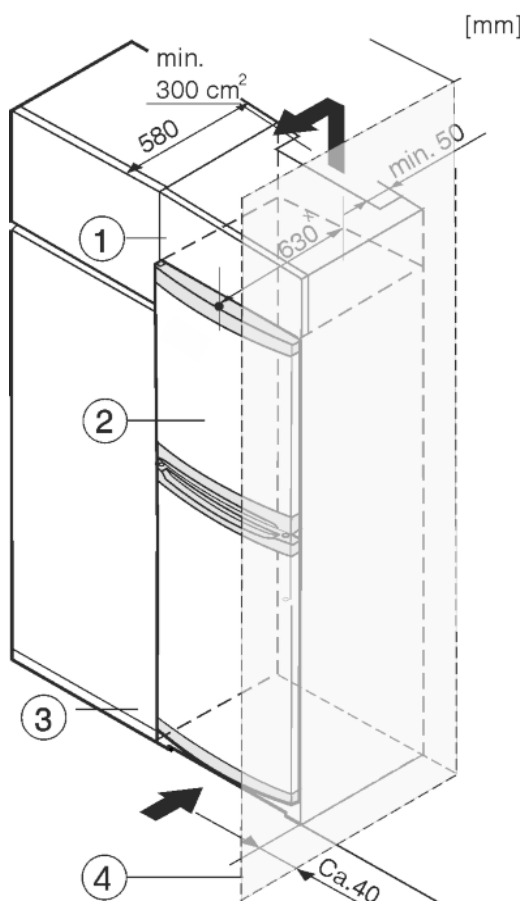

Fig. 8
Spotřebič lze zabudovat do kuchyňských skříní. K vyrovnání spotřebiče Fig. 8 (2) na výšku kuchyňské linky lze na přístroj nasadit nástavec Fig. 8 (1).
Při montáži do kuchyňských skříní (hloubka max. 580 mm) lze přístroj instalovat hned vedle kuchyňské skříně Fig. 8 (3). Přístroj přesahuje přední stěnu kuchyňské skříně na stranách o 34 mm * a uprostřed o 50 mm *.
Když se přístroj instaluje závěsy vedle stěny Fig. 8 (4), musí být vzdálenost přístroje od stěny alespoň 40 mm. To odpovídá přesahu madla při otevřených dveřích.